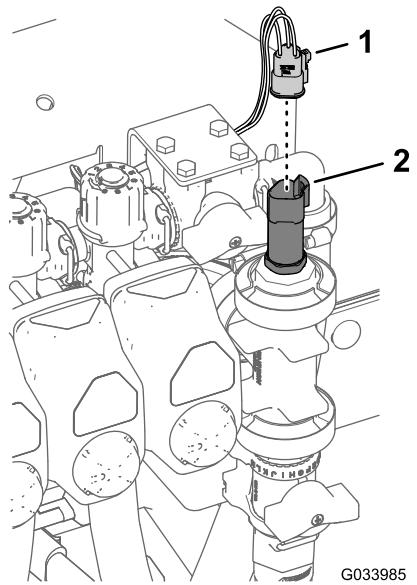

Bild 35
3. Befestigen Sie die Halterung des Regelventils mit vier Bundbolzen (6 mm x 16 mm) und vier Sicherungsbundmuttern (6 mm) an der Verteilerbefestigung (Bild 35); ziehen Sie die Schrauben mit 10–12 N·m an.
- Schließen Sie den 3-Buchsen-Stecker für den Druckwandler an (Bild 35).